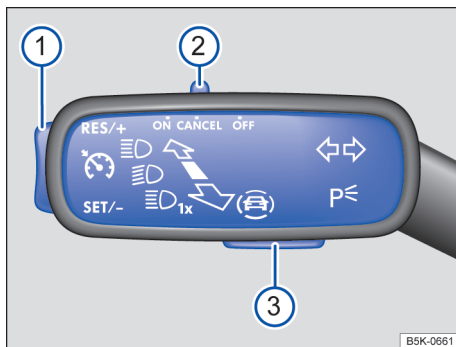

Fig. 111 À esquerda da coluna de direção: interruptores e botões do GRA.
- Mover o interruptor → Fig. 111 ② para a posição **ON**.